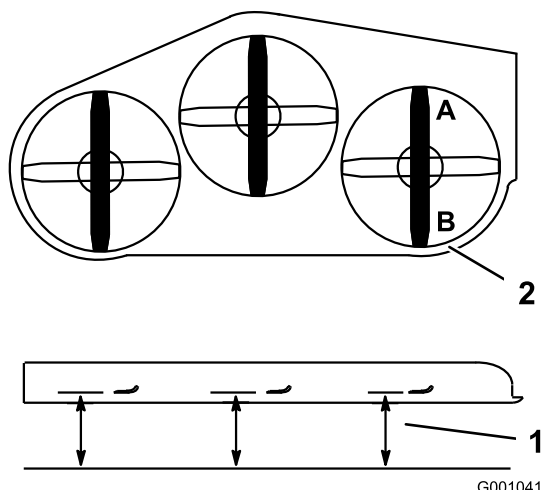

Figure 82
2. Tournez une lame dans le sens longitudinal. Mesurez la distance aux points **A** et **B** entre une surface plane et le bord coupant des pointes des lames (Figure 82
4. Tournez les lames dans le sens longitudinal. Mesurez la distance aux points C et D (Figure 82) entre une surface plane et le bord coupant des lames.